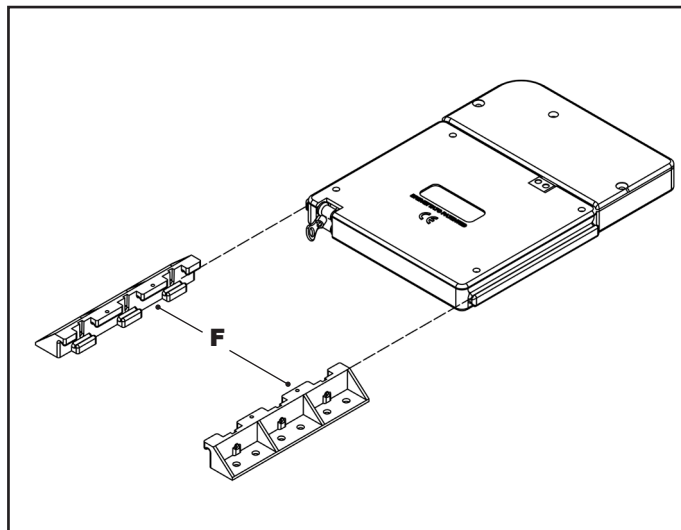

Fig. 3
- Il contatto può essere fissato utilizzando le staffe **F** opzionali (fig. 3, codice 1829 LESW/ST) che permettono al dispositivo di poter scorrere e quindi di poter essere posizionato in modo ottimale.
- The contact can be attached using the optional brackets **F** (fig. 3 item 1829 LESW/ST) which allow the device to slide and therefore be set up in the best possible position.